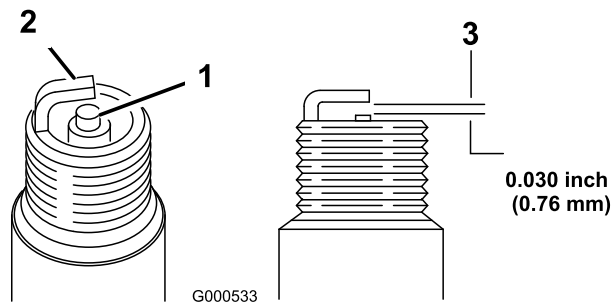

図 45
1. 中央の電極部図 45を観察する。
2. すきまゲージでエアギャップの点検を行い、隙間の大きさが適切でなければ側面の電極を注意深く曲げて調整する図 45。